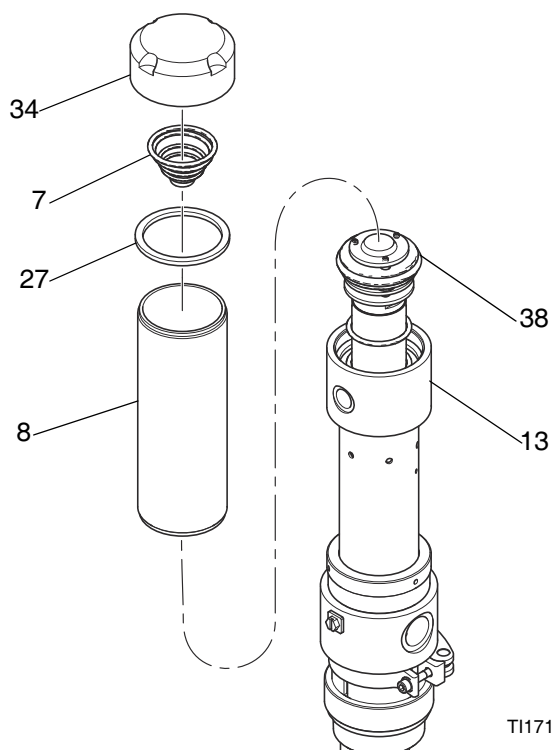

FIG. 10
1. Dévissez le chapeau de cylindre (34) du cylindre (8). Pour retirer le ressort (7), faites doucement levier sous les bobines dans le sens de la spirale. Examinez l'état d'usure ou de détérioration du ressort (7) et du joint (27) à la recherche d'éventuelles traces d'usure et de dommages ; remplacez-les si nécessaire. Voir FIG. 10.
2. Dévissez le cylindre (8) de la base du moteur pneumatique (13) et sortez le cylindre droit hors du piston à air (38). Dévisser à la main ou avec une clé à chaîne pour ne pas déformer la forme du cylindre. Voir FIG. 10.
- Réinstallez le ressort (7) et le joint (27) sur le chapeau du cylindre (34) et vissez le chapeau sur le cylindre (8). Vissez le cylindre dans la base du moteur pneumatique (13). Voir FIG. 10.